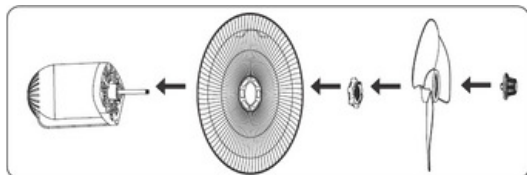

Рис. 3
3. Встановіть задню решітку, пластикову гайку, леза та ротор леза на вал двигуна та закріпіть їх (рис. 3).